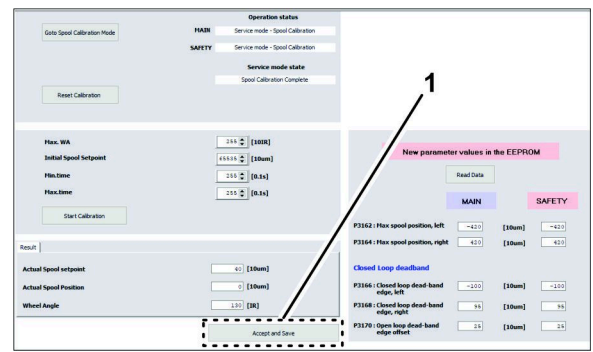

Figura 156
4. En la parte inferior de la pantalla de calibración del carrete, haga clic en el icono ACCEPT AND SAVE (Aceptar y Guardar) (Figura 156).